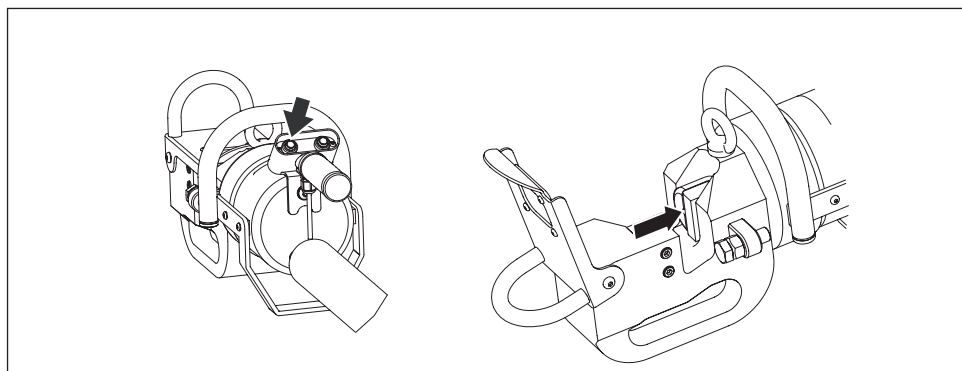

図12:操作 - 格納
- retract (格納) プッシュボタンを押し続けると、ピストンが格納され、可動ブレードが後方へスライドします。図12を参照してください。